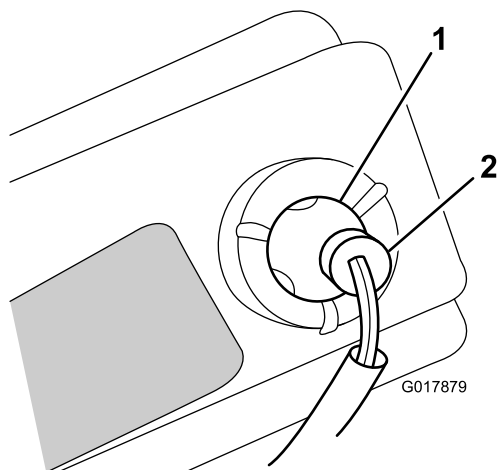

Figura 30
6. Estraete il portalampada (Figura 30).